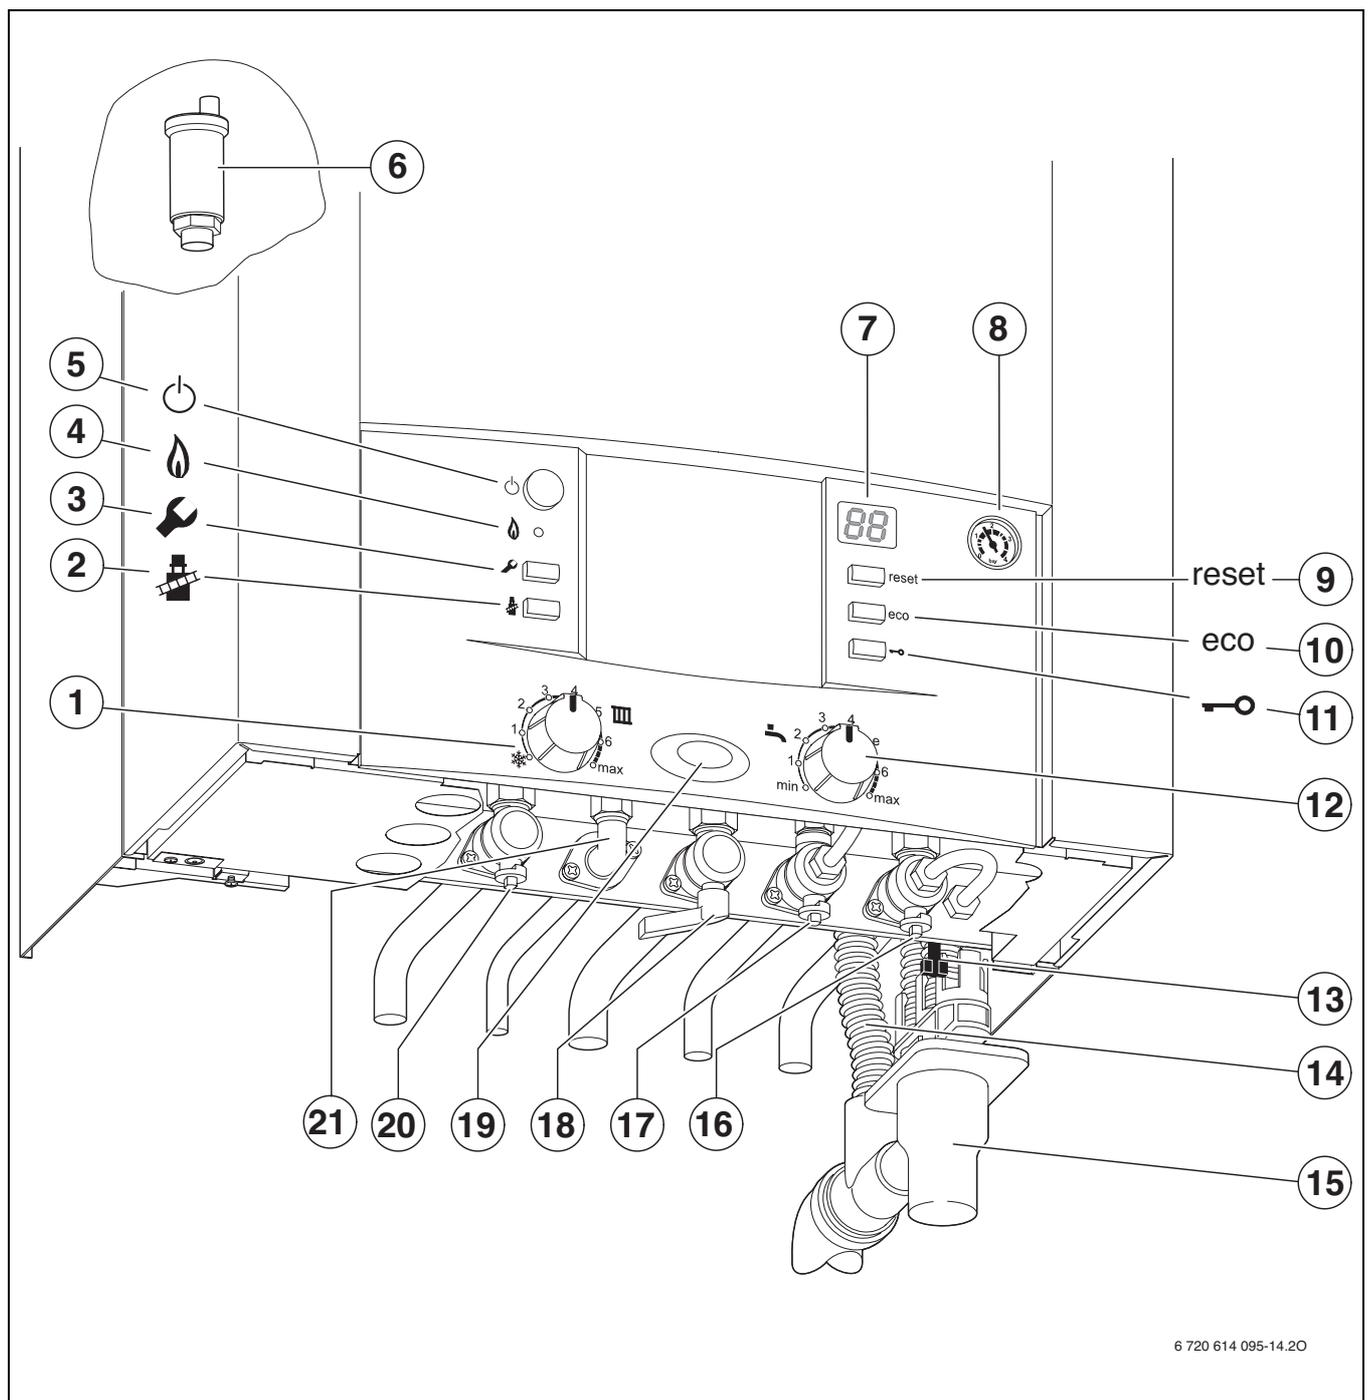

Fig. 26
- ▶ Ouvrir le robinet d'eau froide (16).
- ▶ Ouvrir le robinet de départ du chauffage et le robinet de retour du chauffage (20 et 16, figure 26), remplir l'installation de chauffage à une pression comprise entre 1 et 2 bars à l'aide du robinet de remplissage et fermer le robinet de remplissage.
- ▶ Ouvrir le robinet de gaz (18).